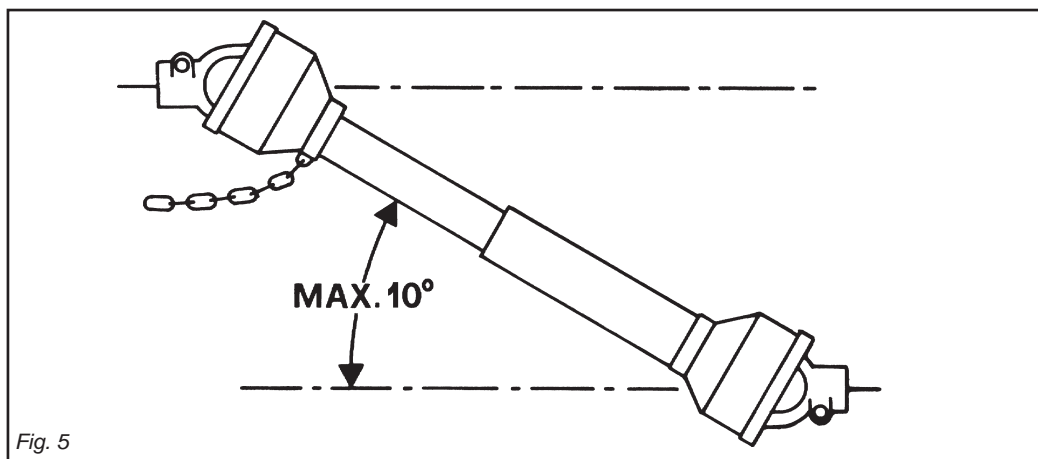

Fig. 5
- 40)** Disinserire, sempre, la presa di forza quando l'albero cardanico fa un angolo troppo aperto (mai oltre i 10 gradi - Fig.5) e quando non viene usata.
- 40)** Die Zapfwelle immer ausschalten, wenn die Gelenkwelle einen zu großen Winkel einnimmt (nie über 10 Grad - Abb.5) und wenn sie nicht gebraucht wird.